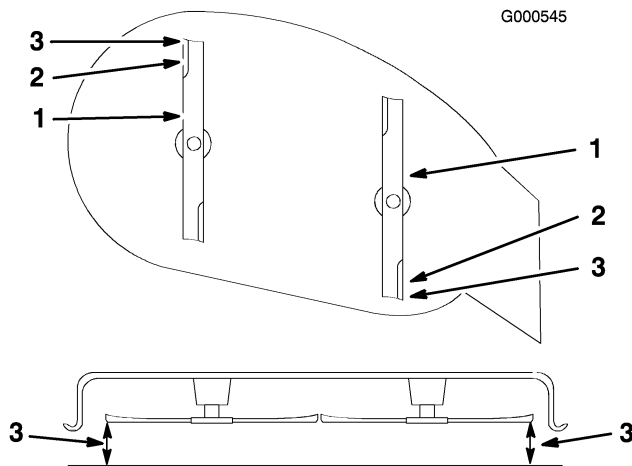

Bild 47
- Stellen Sie die Schnitthöhe auf die Stellung **D** (76 mm) und drehen Sie die Messer vorsichtig, so dass sie nach vorne und hinten zeigen (Bild 47).
- Messen Sie zwischen der Messerspitze vorne und hinten und der ebenen Fläche (Bild 47). Stellen Sie, wenn die vordere